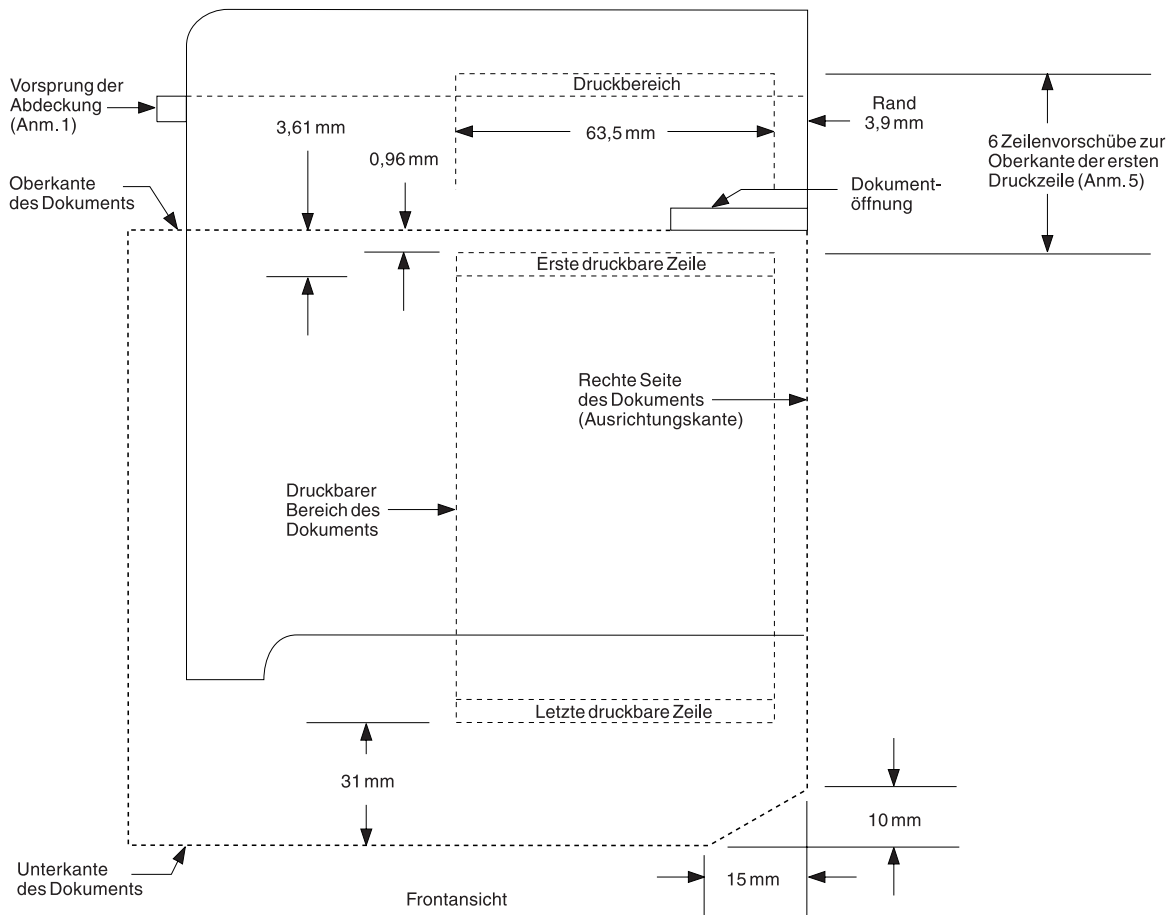
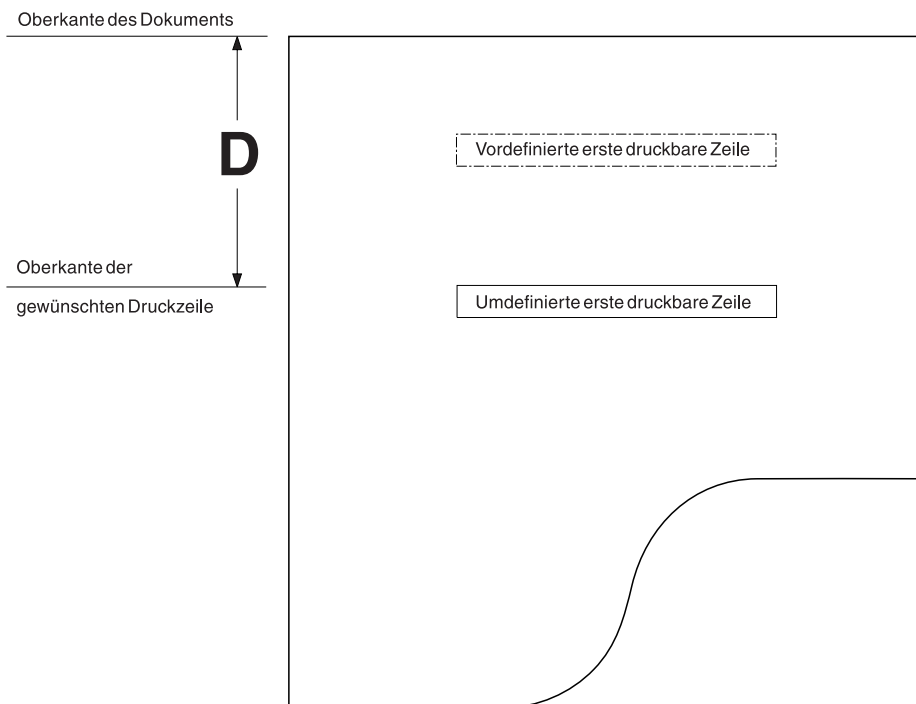

Abbildung 188. Ausrichtabmessungen für Drucker Modell 1 und 2
Abbildung 193. Berechnen des Abstands vom oberen Formularrand bis zur obersten Druckzeile (Drucker Modell 1 und 2)
Bei der Gestaltung freier Felder auf Belegen und Formularen müssen die in Abb. 188 auf Seite 650 angegebenen Abmessungen berücksichtigt werden.
5. Nachdem der Beleg die Belegöffnung passiert hat, sind mindestens sechs Zeilenvorschübe (66 Motorschritte) erforderlich, um den Beleg bis zur ersten druckbaren Zeile vorzuschieben. Weitere Vorschubschritte sind erforderlich, wenn sich die gewünschte Druckzeile nicht an der in Abb. 188 abgebildeten Position befindet. Die Anzahl der erforderlichen Motorschritte kann mit Hilfe von Abb. 193 auf Seite 655 errechnet werden, um die erste gewünschte Druckzeile anzusteuern.
1. Den Abstand D, wie in Abb. 193 gezeigt, vom oberen Rand des Formulars bis zur gewünschten obersten Druckzeile messen.